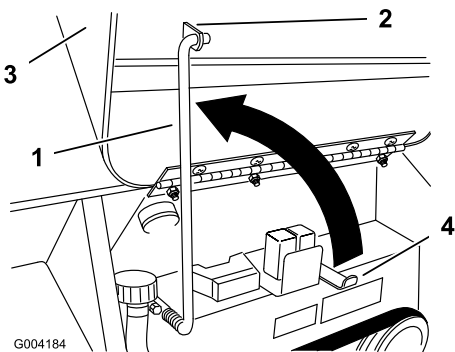

Bild 24
- Stellen Sie die Stützstange auf und befestigen Sie diese in der Halterung an der Motorhaube (Bild 24).